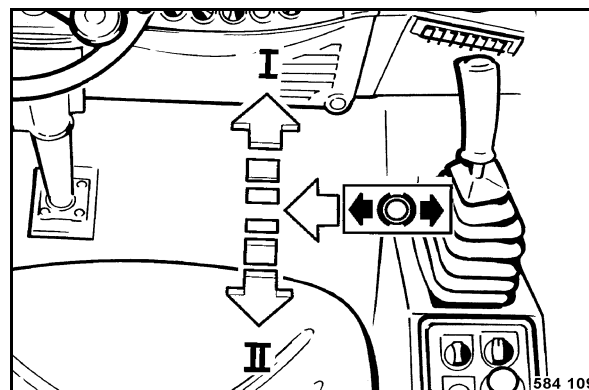

Fig. 180
- Actionner le levier de commande (Fig. 180) vers l'avant, l'arrière et en position de freinage. Lors du maniement, vérifier le fonctionnement, la souplesse, la suffisance de jeu et les endommagements.